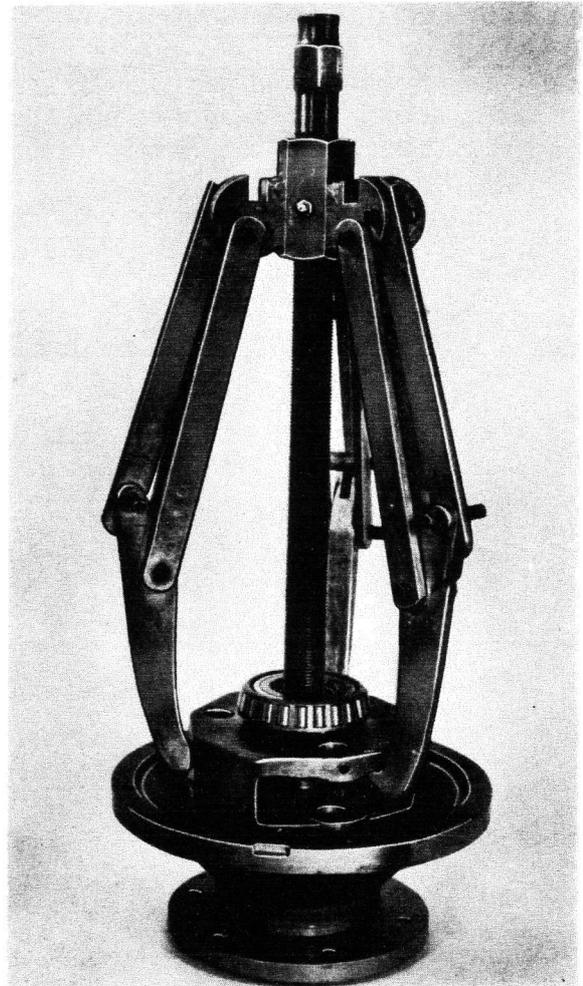

Fig. 3
- 5° A l'aide d'un extracteur à 3 griffes d'une puissance d'environ 6 tonnes, séparer le porte-satellites du carter de réduction (fig. 3).